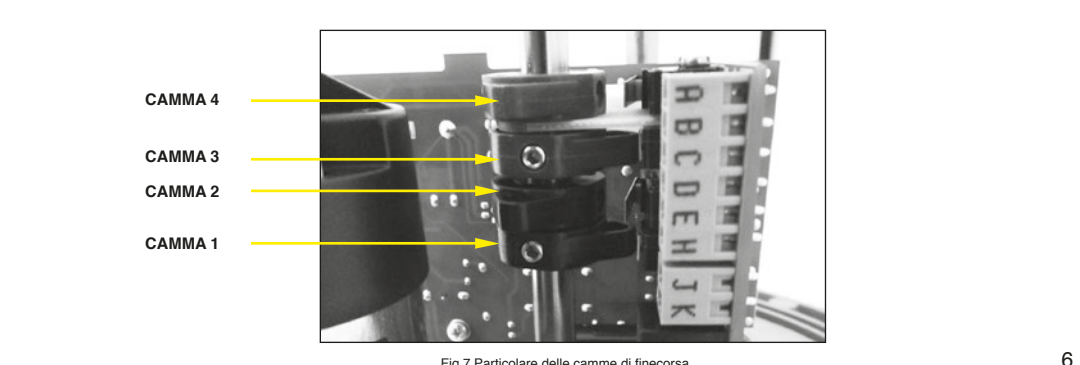

Fig.7 Particolare delle camme di finecorsa
**6.6 Regolazione delle posizioni di finecorsa (Fig.7)**